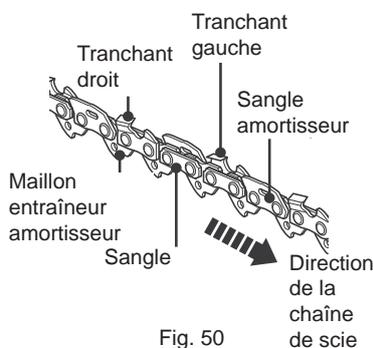

Fig. 50
- > La différence de hauteur entre la dent et le sommet correspond à la profondeur de coupe. Lors de l'affûtage de la chaîne de scie (3), tenir compte des aspects suivants (Fig. 50).